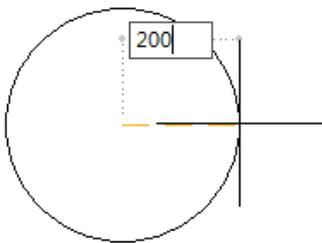
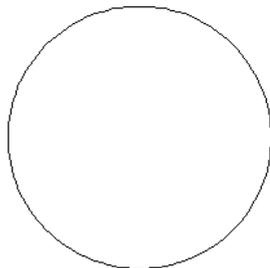

图 2-51
图 2-52
(1) “圆心、半径”模式：该模式是通过指定圆心位置和半径值进行绘制。该模式为默认模式，如图 2-51、图 2-52 所示。